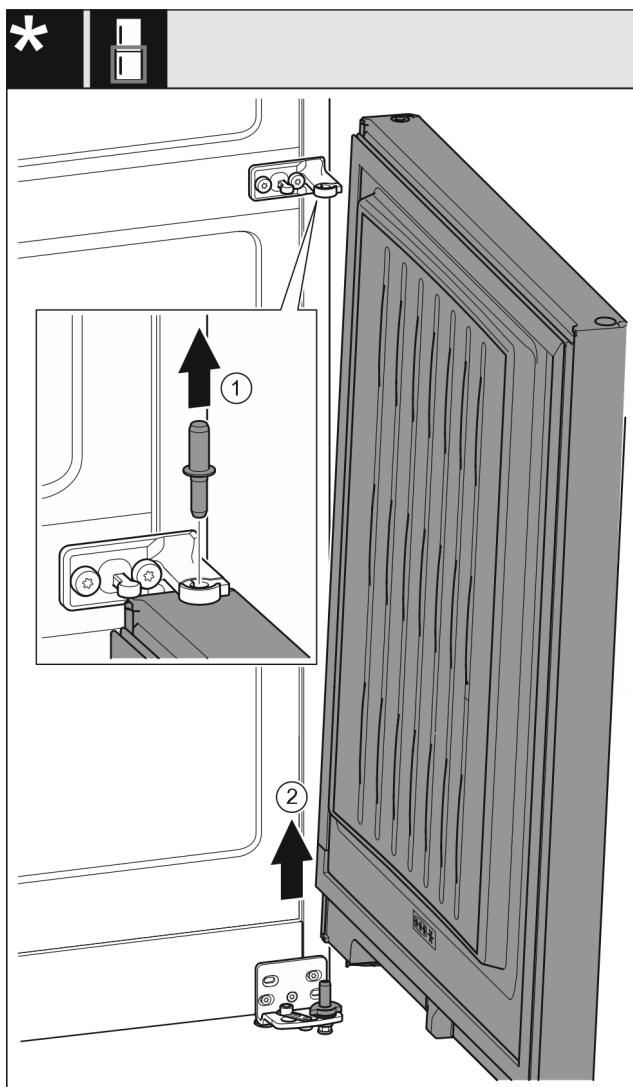

Fig. 7
- Извлеките пальцы движением вверх. Fig. 7 (1)
- Отведите дверь, потяните вверх и отставьте в сторону. Fig. 7 (2)